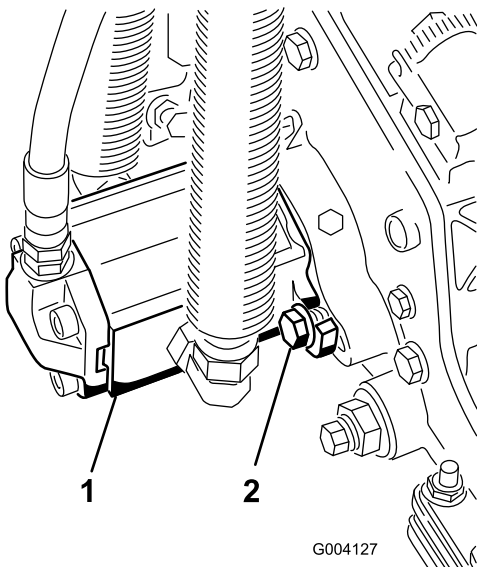

Figura 14
16. Montate il motore ruotato in senso orario in modo che le flange del motore non tocchino i bulloni (Figura 14). Ruotate il motore in senso antiorario fin quando le flange non agganciano i bulloni, quindi serrate i bulloni.